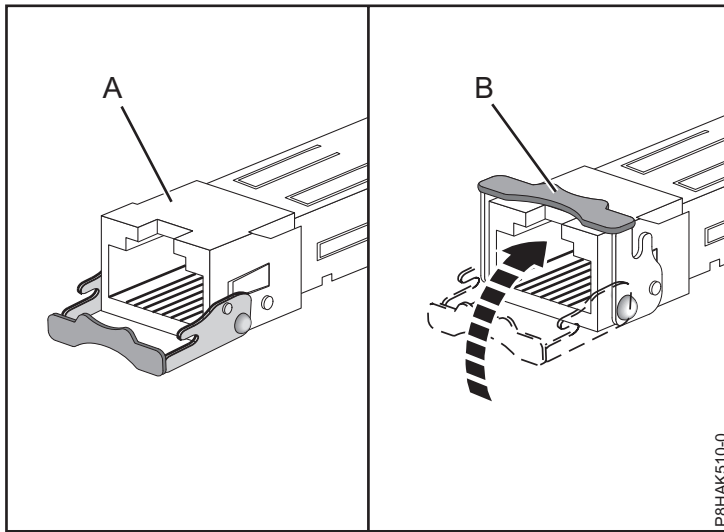

図 40. アダプターでの SFP トランシーバーの取り替え
- c. 70 ページの図 40 に示すように、ラッチ **(B)** をオープン position にして、上向きに回転させてラッチをカードに向かって押します。